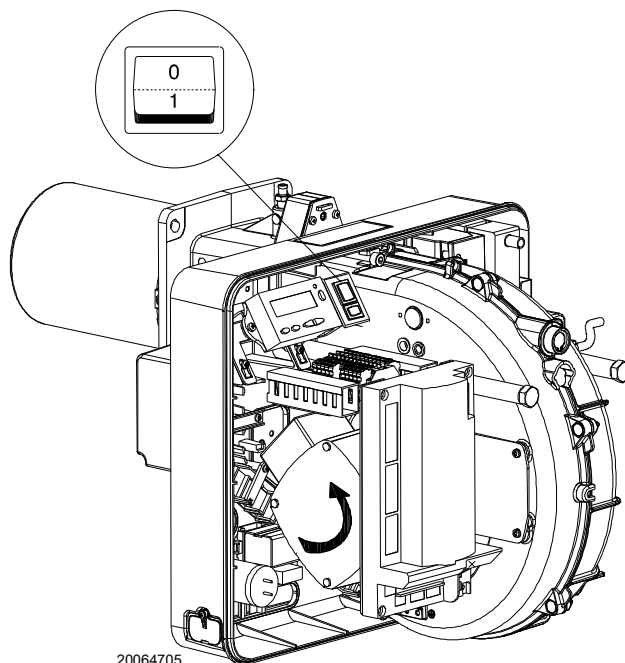

图 29
闭合温控器 / 压力开关，旋转开关图 29 至位置“1”。
燃烧器一旦启动，应到风机马达的冷却风扇前方检查确认其旋转方向为逆时针。见图 29。
- 将图 29 中的开关置于位置“0”，等待控制器运行“停机”程序；
燃烧器处于热需求等待模式，或选择器“0-1”（图 29，页 31）在位置“0”。
使用选择器“0-1”（图 29, 页 31）燃烧器不会立即停机，但停机程序已被激活。